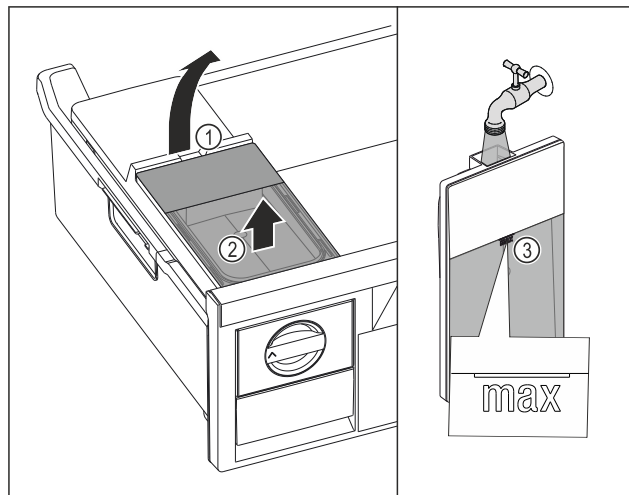

Fig. 156
- ▶ Zbiornik wody unieść za wycięcia Fig. 156 (1).
- ▶ Wyjąć zbiornik wody do góry. Fig. 156 (2)
- ▶ Zbiornik wody napełnić wodą pitną aż do oznaczenia Fig. 156 (3).